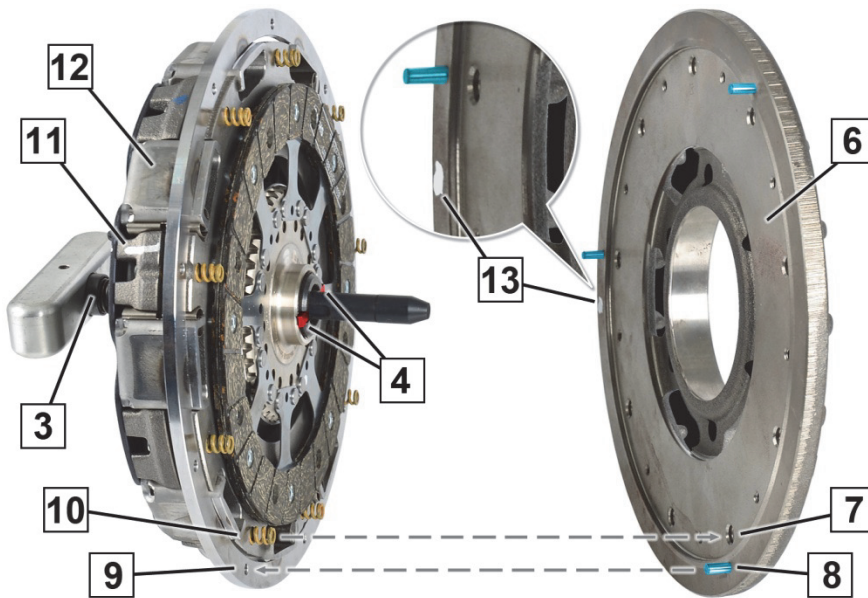

Fig. 4: Juster komponenterne inden montering
6. Juster dobbeltpladekoblingen (12) på tomassesvinghjulet (6) (fig. 4).
- Markeringen (11) på dobbeltpladekoblingen og markeringen (13) på tomassesvinghjulet skal have en forskydning på 180°.
- Centreringsstifterne (8) skal flugte med de passende borer (9).
- Skruefjedrene (10) skal flugte med de passende borer (7).